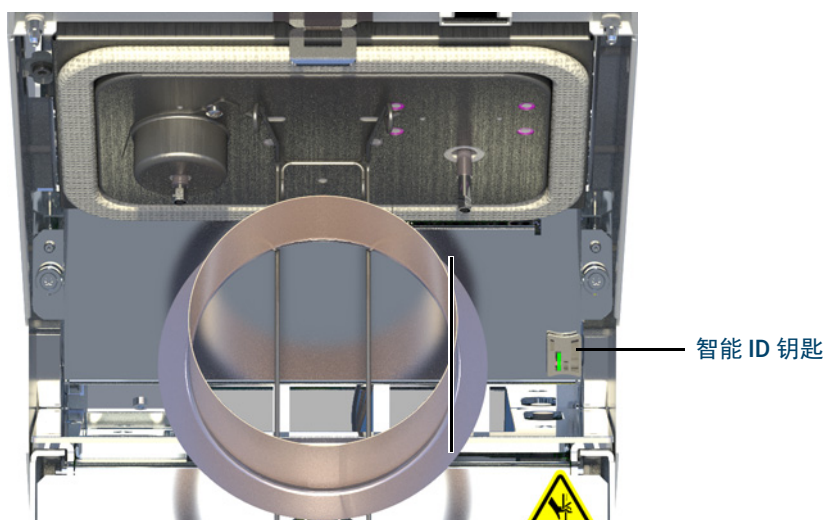

图 5. 插入智能 ID 钥匙
- 13 如果可用，插入新色谱柱的智能 ID 钥匙。请参阅图 5。